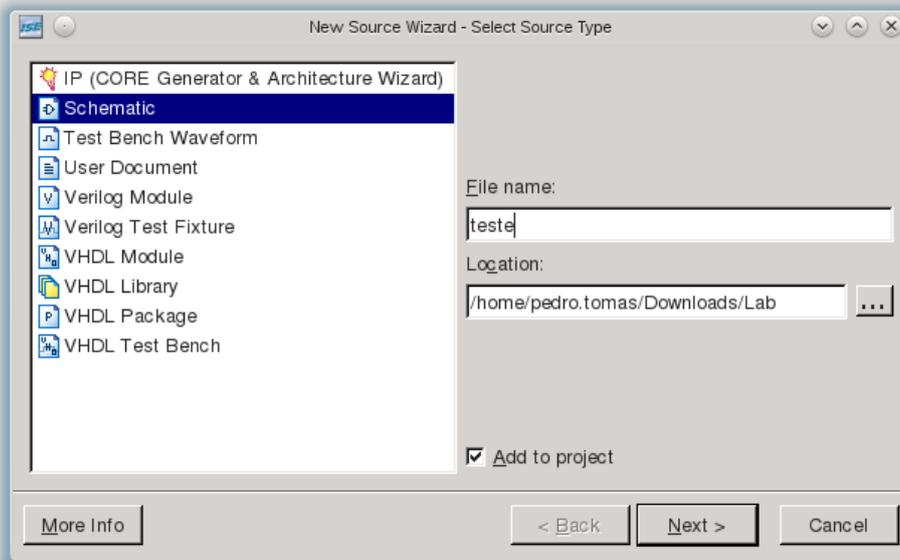

Figura 4 - Janela de criação de um novo esquema.
- 2 Será aberta uma nova janela onde deverá indicar qual o nome e o tipo de ficheiro a criar (ver Figura 4).